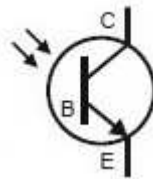

Figure 68 : Représentation d'un photo transistor
Le capteur sur lequel nous allons nous appuyer est un photo transistor. Fonctionnellement, s'agit d'un transistor bipolaire, dont le courant qui le traverse est contrôlé par la lumière qui éclaire la base. La représentation d'un photo transistor⁴ est conforme à celle de la figure ci-dessous (cf. Figure 68 : Représentation d'un photo transistor). Il est constitué de la base (B), de l'émetteur (E) et du collecteur (C).